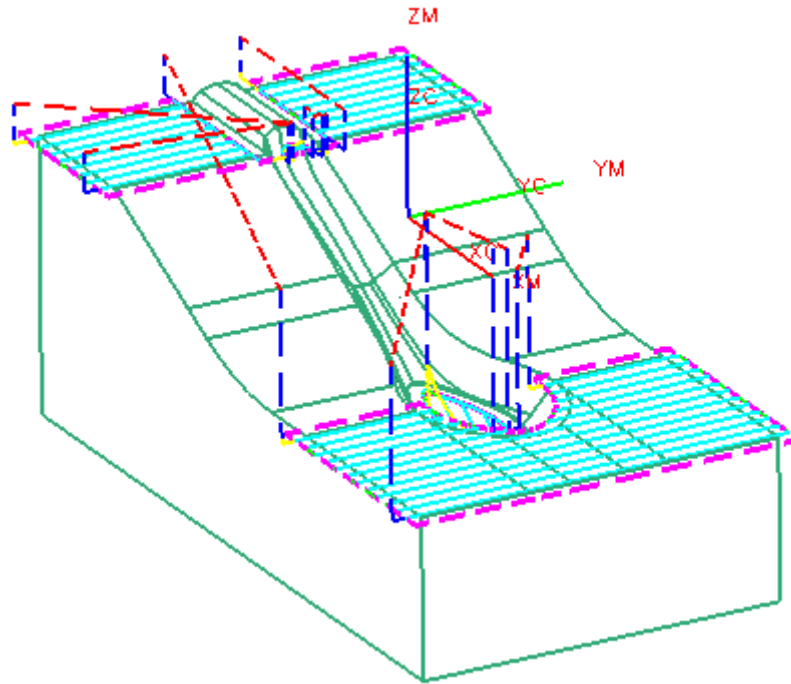

图 9-159
- 单击 , 生成如图 9-159 所示的刀轨, 单击 O K。